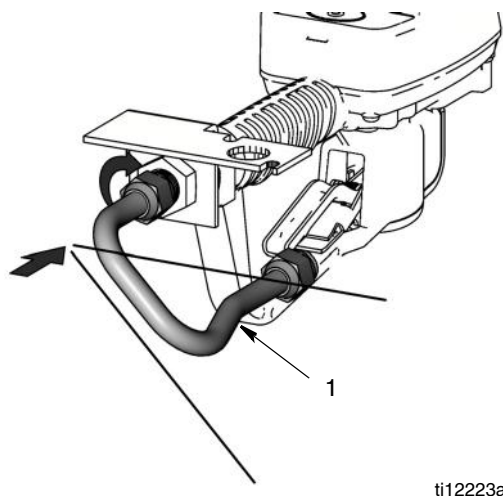

Рис. 10
9. Подсоедините входной жидкостной патрубок (1) под углом 45° к расходомеру (Рис. 10).